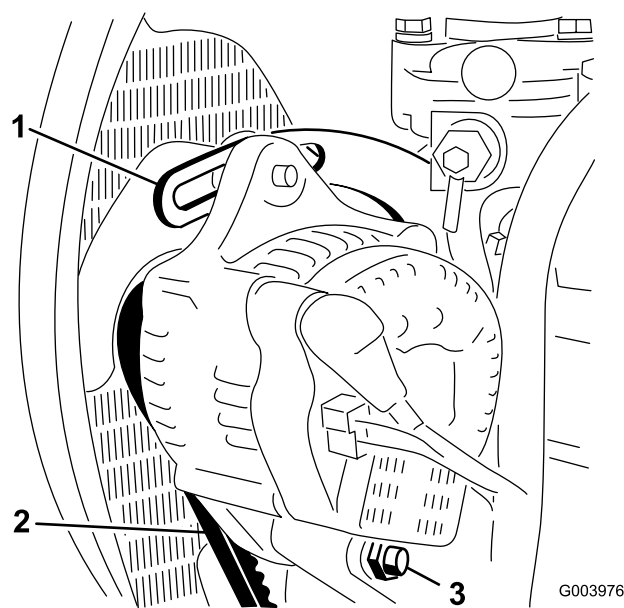

Figura 69
2. Verifique a tensão da correia do alternador, premindo-a (Figura 69) até meio caminho entre as polias do alternador e do cárter com uma força de 10 kg.
3. Desaperte o parafuso que segura a braçadeira ao motor (Figura 69), o parafuso que segura o alternador à braçadeira e o parafuso de articulação.